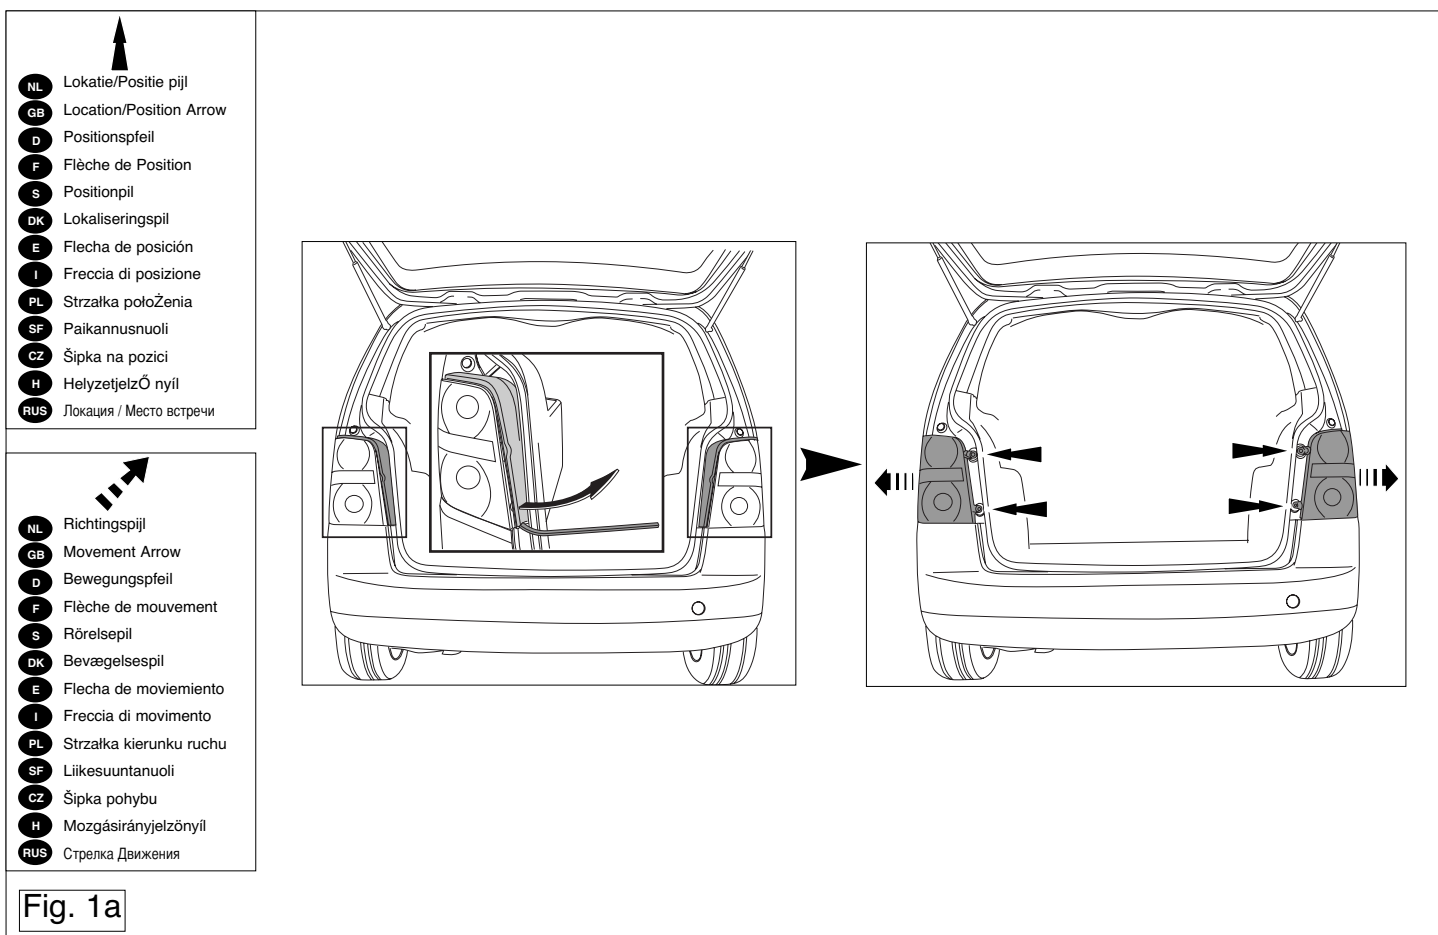

Fig. 1a
1. Die Rücklichter abmontieren. Siehe (Abbildung 1a).
1. Démontez les feux arrière. (Voir la figure 1a).
1. Demonter baglysenhederne. (Se fig. 1a).
1. Zdemontować zespół tylnych świateł. (Patrz rysunek 1a).